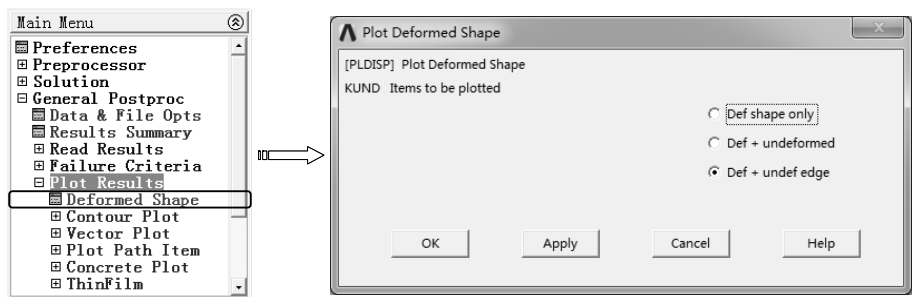

图 9-26 启动变形命令
- 2) 选择 “Main Menu>General Postproc>Plot Results>Deformed Shape” 命令，弹出 “Plot Deformed Shape” 对话框，选中 “Def+ undef edge” 选项，如图 9-26 所示。